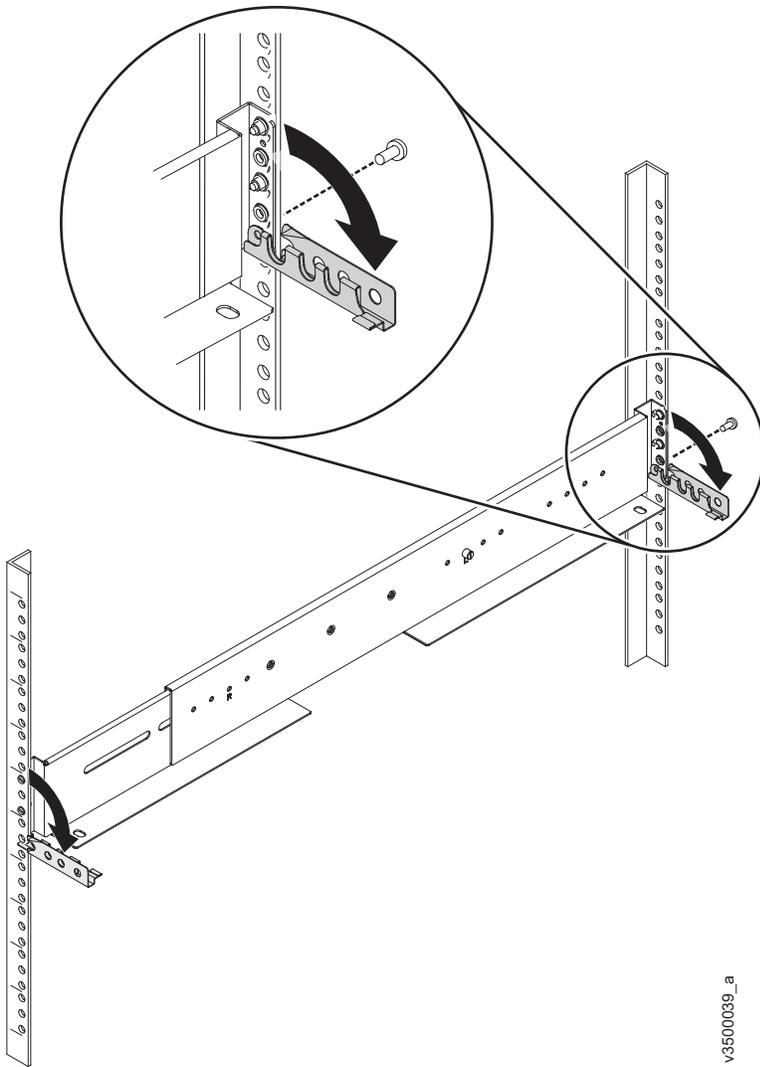

Figura 113. Abrindo o Suporte da Junta Traseiro de um Trilho de Montagem
9. Na parte traseira do rack, remova o parafuso M5 de fixação no orifício inferior do suporte traseiro do trilho e, em seguida, abra o suporte da junta traseiro (Figura 113 na página 391).